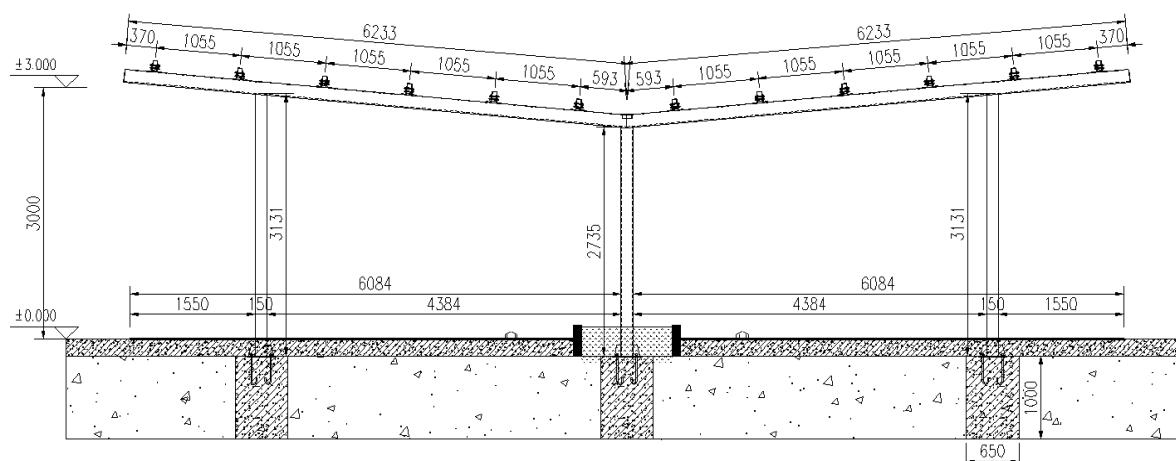

FIGURE 2
- ① Les spécifications des pannes doivent être conformes aux calculs de résistance structurelle, le côté où les pannes sont installées sur le produit doit être plat et la largeur doit être de 40 mm ;
- ② L'espacement des pannes est installé de bas en haut selon les dimensions indiquées dans le dessin, la connexion des pannes doit être ferme, droite et la surface est plane, lorsque la rangée de produits la plus basse sort du pignon, la distance entre la panne la plus basse et l'extrémité inférieure de la quille principale est de  $\text{dim}=593\text{mm}$ , et les autres dimensions d'espacement des pannes adjacentes sont de  $A=1055\text{mm}$ . L'écart réel de l'installation de l'espacement des pannes adjacentes est  $\leq 5\text{mm}$ , et la distance de la panne supérieure par rapport à la ligne de faîtage de la structure en acier est  $\text{dim}=370\text{mm}$ . Coupe transversale de l'installation de la structure en acier (Figure 2)